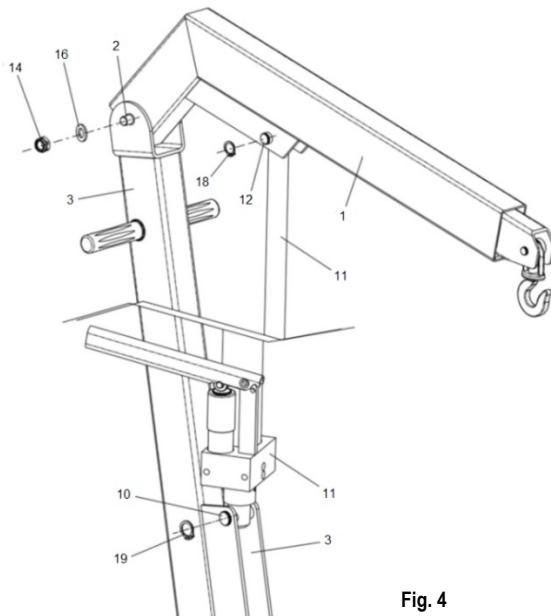

Fig. 4
3. Asamblați brațul (1 - Fig. 4) cu cadrul (3 - Fig. 4) folosind știftilor de fixare (2 - Fig. 4), piulița (14 - Fig. 4) și garnitura (16 - Fig. 4).
Asamblați ansamblul cilindrului (11 - Fig. 4) cu cadrul (3 - Fig. 4) folosind știftilor de fixare (10 - Fig. 4) și inelul de fixare (19 - Fig. 4).
Asamblați ansamblul cilindrului (11 - Fig. 4) cu brațul (1 - Fig. 4) folosind știftilor de fixare (12 - Fig. 4) și inelul de fixare (18 - Fig. 4).